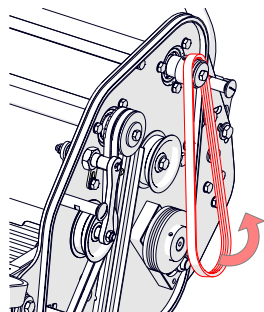

Fig. 14H - Rimuovere e sostituire la cinghia.
- ii. Tenere lontana la puleggia tendicinghia. Togliere la cinghia e sostituirla (se necessario) (Fig. 14H).